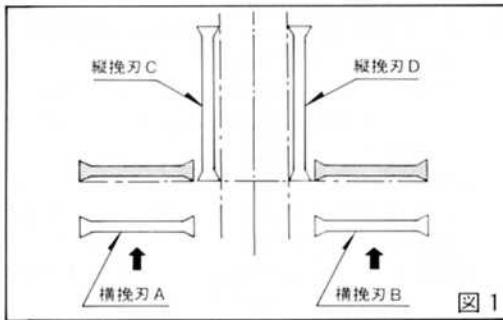

図1
- ① 横挽刃 A、B を前後に動かし、刃先を縦挽刃 C、D の刃先に合わせます。(図1)